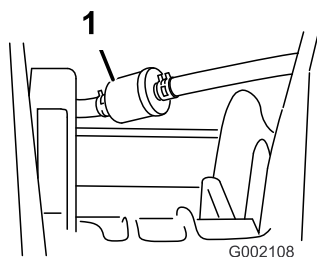

Figure 36
5. Enlevez les fixations du filtre à carburant sur les canalisations de carburant (Figure 36).